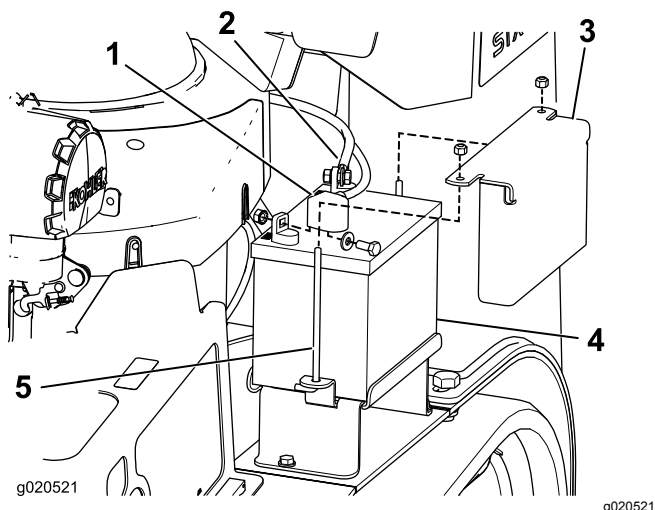

Figure 43
3. Enlevez le capuchon en caoutchouc noir qui protège le câble négatif. Débranchez le câble négatif de la batterie de la borne négative (-) de la batterie (Figure 43).
4. Enlevez le capuchon rouge de la borne positive (rouge) de la batterie. Débranchez ensuite le câble positif (rouge) de la batterie (Figure 43).
5. Enlevez la plaque de maintien, les boulons en J et les contre-écrous de fixation de la batterie (Figure 43) et retirez la batterie.